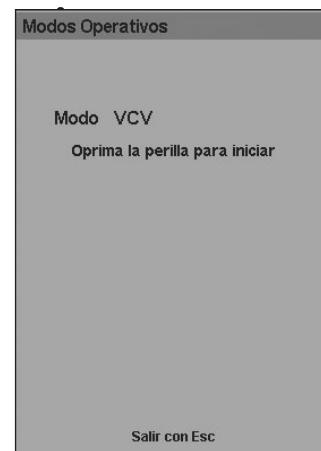

Fig. 6-2 Ventana de aceptación del modo elegido, en este caso VCV.
Una vez seleccionado el modo operativo, este menú cambia por una ventana que muestra el nombre del modo operativo elegido y espera por la aceptación para el inicio de la ventilación (Fig. 6-2). Los valores de los parámetros ventilatorios pueden ser modificados antes del inicio de la ventilación (ver
6.3 *Configuración del modo operativo*), o bien comenzar con los valores predeterminados, presionando la perilla giratoria cuando aparezca la ventana de la Fig. 6-2.